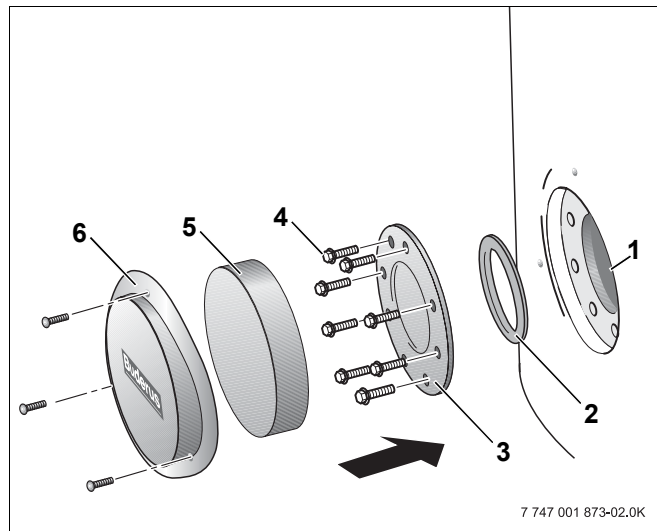

Рис. 13 Монтаж люка для чистки
- Мы рекомендуем после чистки установить новое уплотнение крышки люка (рис. 13, **поз. 2**), чтобы избежать появления неплотностей в баке.
- Установить на прежнее место крышку верхнего смотрового люка (рис. 13, **поз. 3**) вместе с уплотнением (рис. 13, **поз. 2**).
- Рукой закрутить болты (рис. 13, **поз. 4**) на крышке люка.
- В заключение затянуть винты с шестигранной головкой (рис. 13, **поз. 4**) динамометрическим гаечным ключом с усилием 25 – 30 Нм.
- Уложить теплоизоляционную шайбу (рис. 13, **поз. 5**) и установить крышку (рис. 13, **поз. 6**).